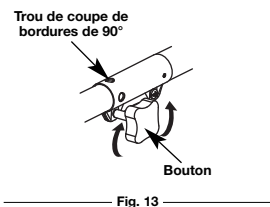

Fig. 13
- Dévissez le bouton vers la gauche (Fig. 13).
- Serrez le bouton en le tournant à droite (Fig. 13).
Pour couper les bordures à l'aide de la tête d'accessoire de coupe sur les modèles EZ-LinkMC, verrouillez le bouton de déclenchement de l'accessoire de coupe dans le trou de 90° (Fig. 13).